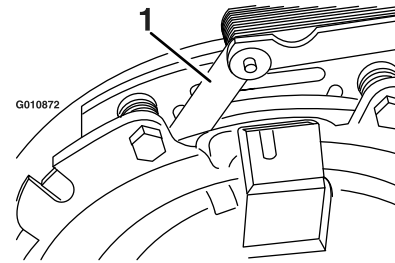

**Figura 66**
- B. Usando un alicate de punta fina, o a mano, sujete la pestaña y retire el suplemento (Figura 66).
Retire cualquier acumulación de hierba, suciedad u otros residuos de la rejilla del motor. Esto ayuda a asegurar una refrigeración adecuada y una velocidad de motor correcta, y reduce la posibilidad de sobrecalentamiento y daños mecánicos al motor (Figura 66).